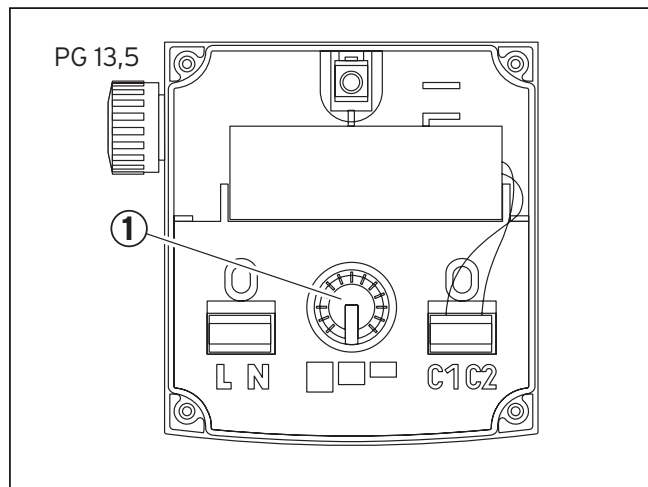

Fig. 8.2 Art.-nr. 309 441, 309 442 og 00 2001 6930
- EM-typer: Indstil 3-trins-drejekontakten (fig. 8.2 og 8.3, pos. **1**) i klemkassen på det ønskede omdrejningstal.